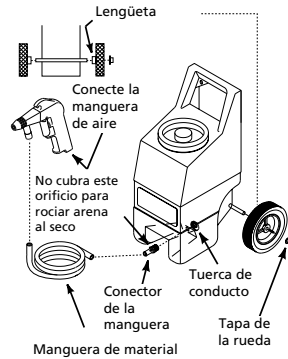

Figura 7 - Modelo AT121102
1. Conecte la rueda al eje. (Vea la Figura 7). Golpee levemente la tapa de la rueda, con un martillo, de modo que calce bien, cerciórese de que el cubo protuberante esté hacia la tolva. Repita estos pasos en el lado opuesto.
3. Conecte la manguera de material al conector. Conecte el otro extremo de la manguera de material a la pistola (Vea la Figura 7). Nunca asegure la manguera con abrazaderas.